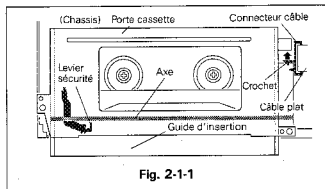

Fig. 2-1-1
2-1-1 DÉMONTAGE (Voir Fig. 2-1-1 ~ 2-1-2)
- Défaitez le crochet qui maintient le câble puis ôtez le câble provenant du porte cassette. (Fig. 2-1-1)
2-1-2 REMONTAGE (Voir Fig. 2-1-1 ~ 2-1-3)